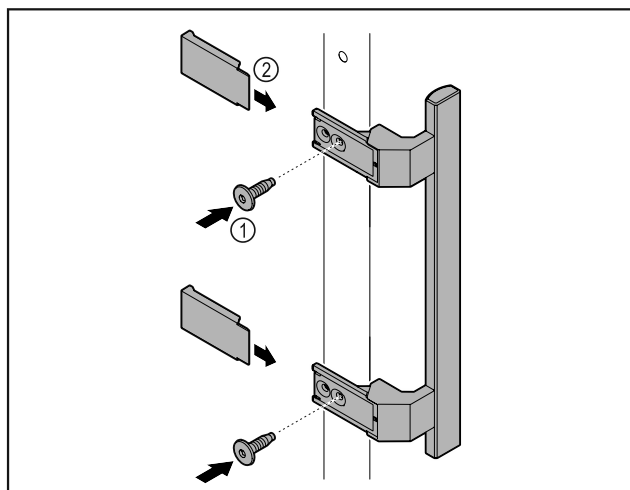

Fig. 5
- Iz paketa vzemite ročaj in ga privijte na vrata s priloženimi vijaki Fig. 5 (1).
- Namestite pokrov Fig. 5 (2).